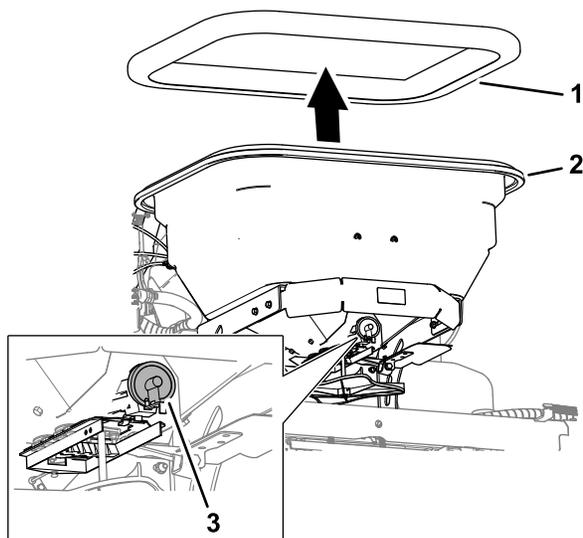

Figure 23
- Consultez les Tableaux d'épandage \(page 31\) pour déterminer le réglage de la came de dosage (Figure 23).
5. Enlevez le couvercle de la trémie, ajoutez le produit d'épandage et remettez le couvercle sur la trémie (Figure 23).